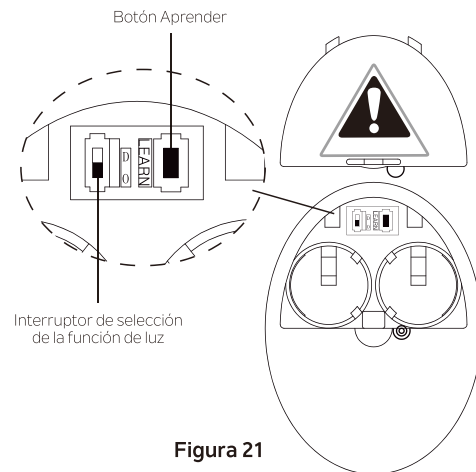

Figura 21
INTERRUPTOR DE SELECCIÓN DE LA FUNCIÓN DE LUZ (Figura 21)
Paso 2. Restaure la alimentación al circuito derivado del ventilador de techo en el disyuntor o en la caja de fusibles. Dentro de los 30 segundos posteriores a la restauración de la alimentación, mantenga presionado el botón APRENDER en la parte posterior del transmisor (**Figura 21**) durante 3 segundos. El ventilador se encenderá a velocidad media.